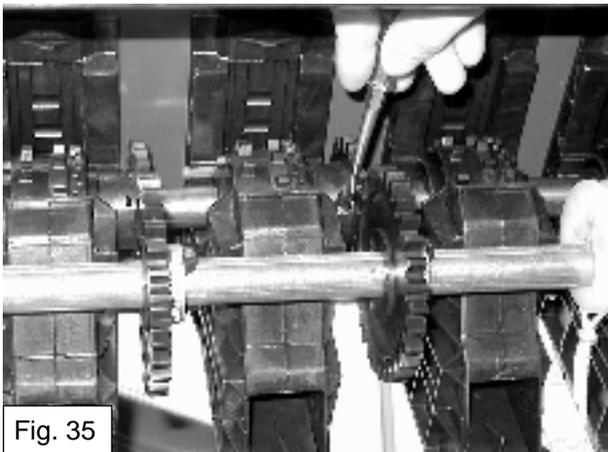

Fig. 35
- Démontez les deux semi-roues dentées de la roue de semis (fig. 35).